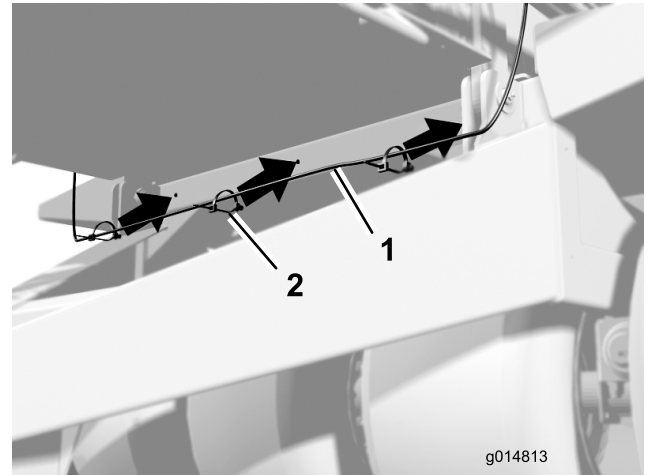

図 7
11. ホッパー前部にある穴（3 ヶ所）を使って、ハーネスをケーブル・クリップで固定する（図 7）。